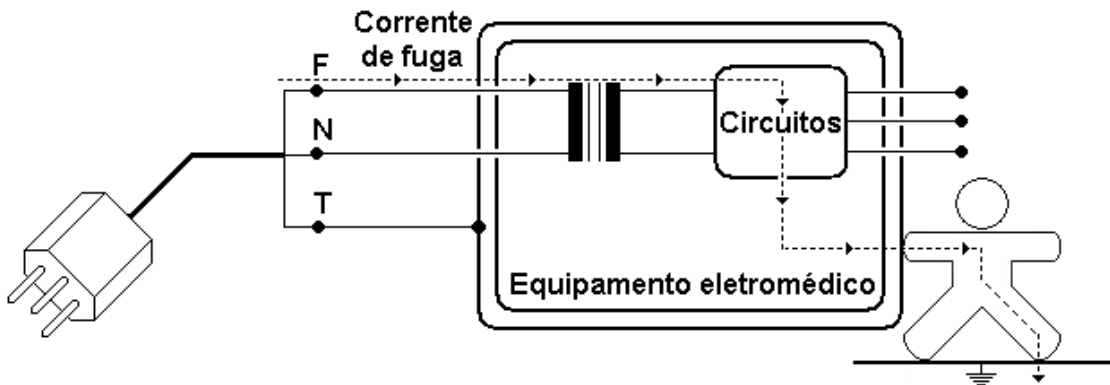

Figura 2 - Corrente de fuga pelo gabinete.
*EQUIPAMENTO no qual a proteção contra choque elétrico não se fundamenta apenas na ISOLAÇÃO BÁSICA, mas incorpora ainda uma precaução de segurança adicional, consistindo em um recurso de conexão do EQUIPAMENTO ao Condutor de aterramento, para proteção pertencente à fiação fixa da instalação, de modo a impossibilitar que PARTES METÁLICAS ACESSÍVEIS possam ficar SOB TENSÃO, na ocorrência de uma falha da ISOLAÇÃO BÁSICA (ver Figura 2).*